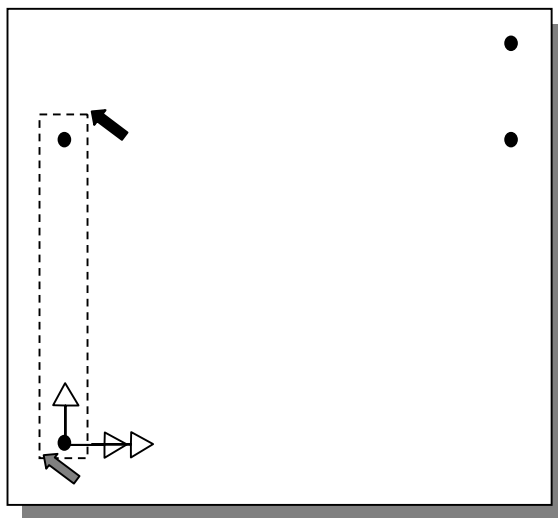

Fig. 6
- se eliberează butonul mouse-ului (fig. 6)